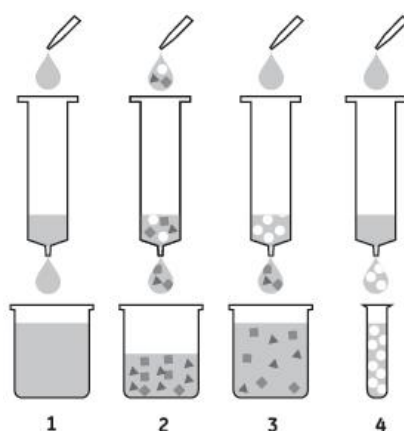

图 1. 使用 Co NTA Beads 6FF 重力柱纯化蛋白流程示意图
**Co NTA Beads 6FF 重力柱**使用请参考以下说明，各溶液用量均按照柱体积计算（例如：2 个柱体积，1 ml 规格对应为 2 ml 溶液，5 ml 规格对应为 10 ml 溶液）。整个纯化流程大约需要 30 min（主要取决于样品体积和溶液的粘稠性），操作快捷。使用流程请参考图 1。